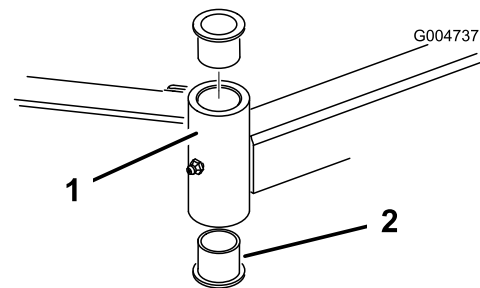

Figura 23
4. Introduza um punção para cavilhas na zona superior ou inferior do tubo de montagem e retire o casquilho para fora do tubo (**Figura 23**).